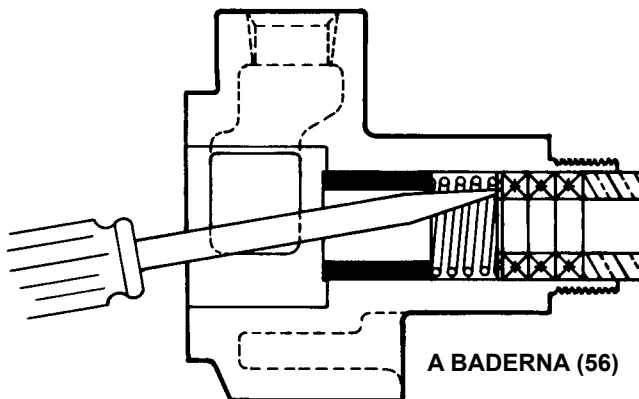

FIGURA 3
5. A questo punto la pompa è pronta per la rimozione della baderna o della tenuta meccanica. **Vedere Figura 3 o 4** come esempio. Si raccomanda di usare una nuova tenuta meccanica o una nuova tenuta ogni volta che la pompa viene completamente smontata.